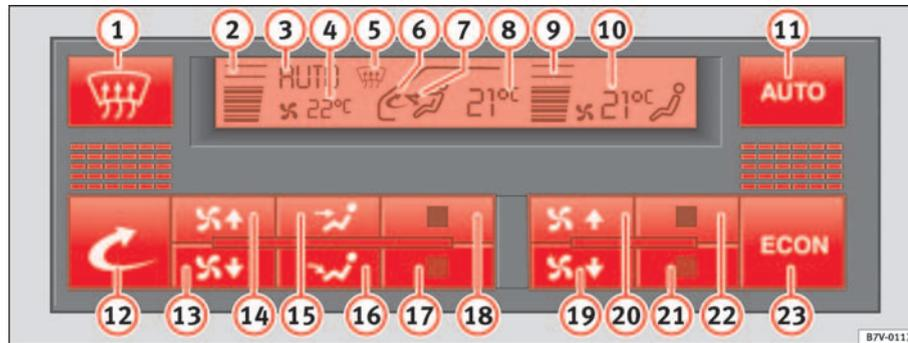

Abb. 118 Ausschnitt aus Instrumententafel: Bedienelemente Climatronic
- Drücken Sie die jeweilige Taste ⇒ **Abb. 118**, um eine Funktion ein- oder auszuschalten.